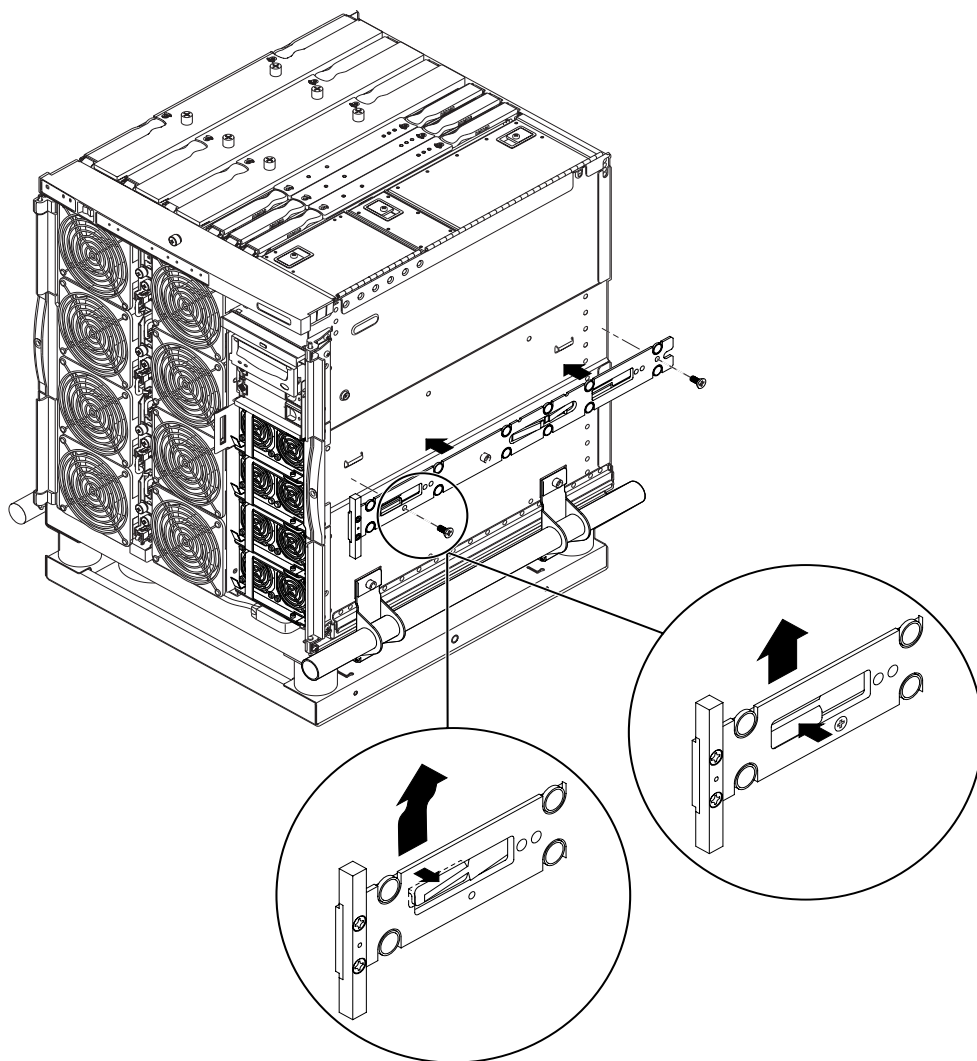

图 1-2 弹簧夹和开口
2. 向前推动内侧滑轨，使系统侧面的定位卡舌卡住滑轨上的开口（图 1-2）。